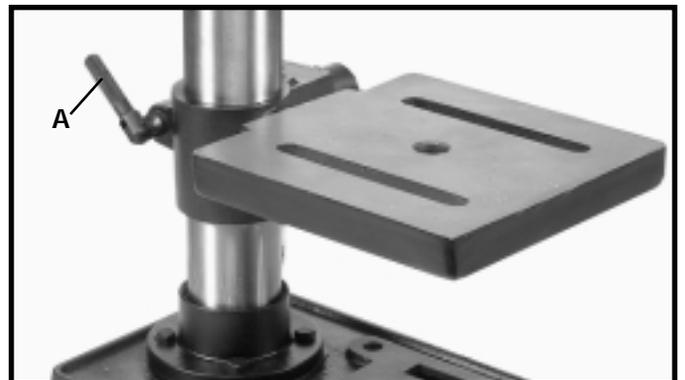

Fig. 20
1. Le plateau peut être relevé ou abaissé sur la colonne de la perceuse en desserrant le levier de blocage du plateau (A) fig. 20, et en tournant la manivelle (B) fig. 21, pour le relever ou l'abaisser. Une fois le plateau à la hauteur voulue, serrez le levier (A) fig. 20. **REMARQUE** : Le positionnement final du plateau de la perceuse doit toujours être obtenu en le relevant.
2. Le plateau peut être tourné sur 360 degrés autour de la colonne en desserrant le levier de blocage (A) fig. 20, puis, en tournant le plateau à la position voulue et en resserrant le levier (A).